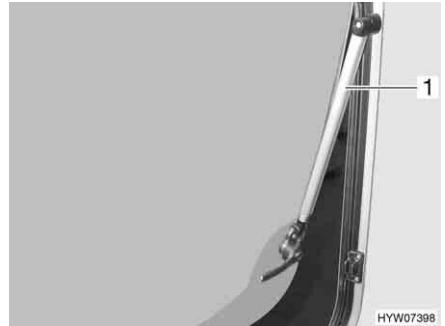

Fig. 38 Finestra apribile con deflettore automatico
- Aprire la finestra apribile fino al punto di arresto desiderato. Il deflettore automatico (Fig. 38,1) si innesta automaticamente in posizione.